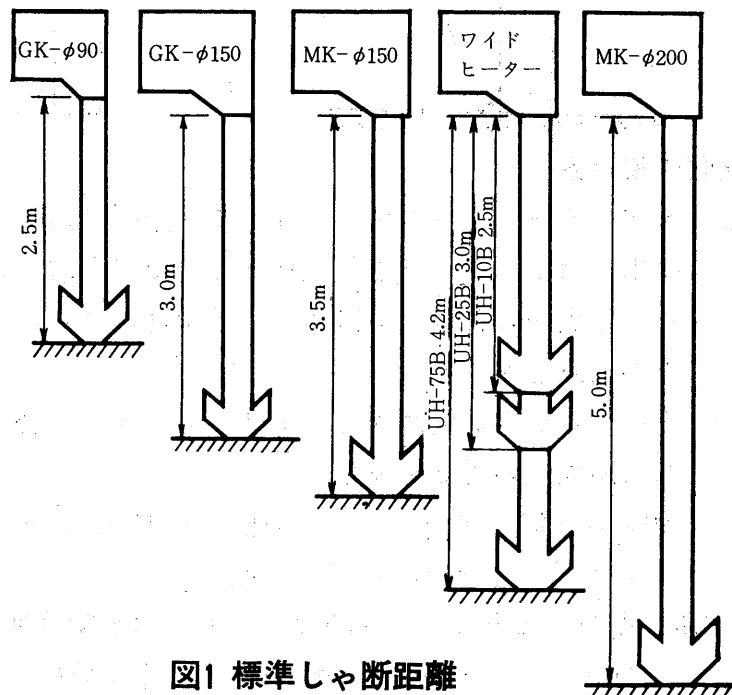

図1 標準しゃ断距離
- 取付位置よりの高さ<しゃ断距離>から機種選定を行います。<図1参照>